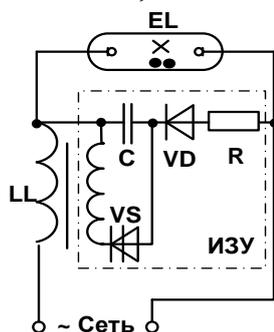

Рис.4.1. Типовая схема включения натриевой лампы типа ДНаТ.
2. По типовой схеме включения натриевой лампы рис.4.1 уяснить основные блоки и узлы, их назначение и принцип работы.
3. Соберите схему рис.4.1 с включением необходимых измерительных приборов и под наблюдением преподавателя проведите испытания и снимите пусковые характеристики натриевой лампы $I_{\text{Л}} = f_1(t)$, $U_{\text{Л}} = f_2(t)$, $P_{\text{Л}} = f_3(t)$, $E_{\text{К}} = f_4(t)$.
На рис.4.1. Представлена типовая схема включения натриевой лампы высокого давления типа ДНаТ. Для обеспечения включения лампы **EL** в схеме предусматривается импульсное зажигающее устройство (ИЗУ), которое в начальный период включения лампы вырабатывает высокочастотные импульсы частотой 500 Гц и напряжением до 4,5 кВ, которые прикладываются к лампе и обеспечивают её разжигание, после чего блок ИЗУ отключается.